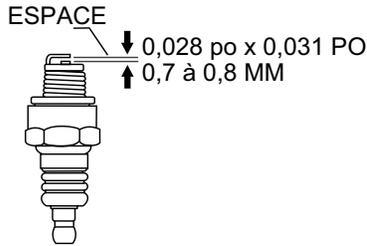

Figure 31. Espace de bougie d'allumage
1. Démontez et nettoyez la bougie d'allumage (Figure 31) avec une brosse métallique s'il faut la réutiliser. Jeter la bougie d'allumage si l'isolateur est craqué ou ébréché.